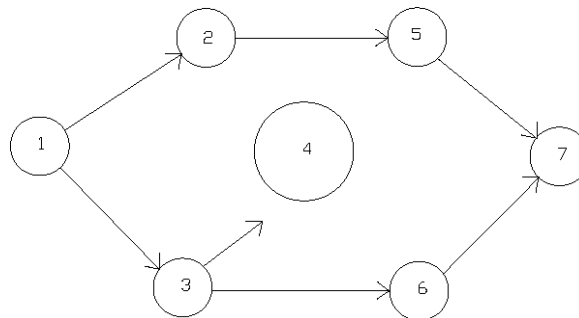

Рис. 1
- 1) в сети не должно быть «ТУПИКОВ», т.е. событий, из которых не выходит ни одной работы, если эти события не являются для данной сети завершающими (рис. 1, событие 4);